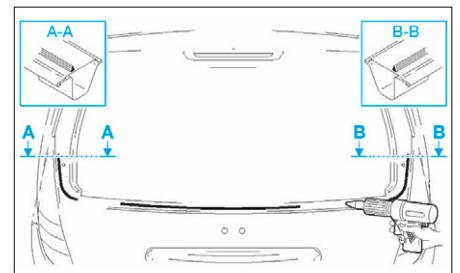

FIG. 99
- Poser un cordon de colle comme illustré (Fig.99).